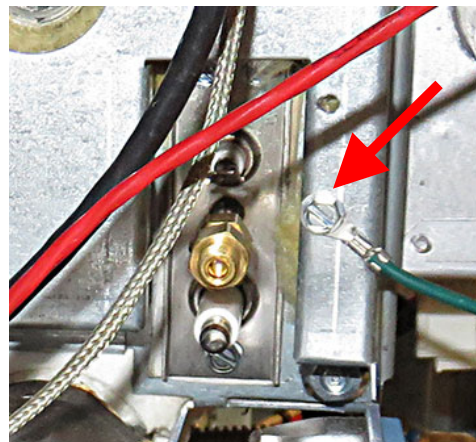

図 30
36. 外側の絶縁リテーナからアース線を外します（図 30 を参照）。